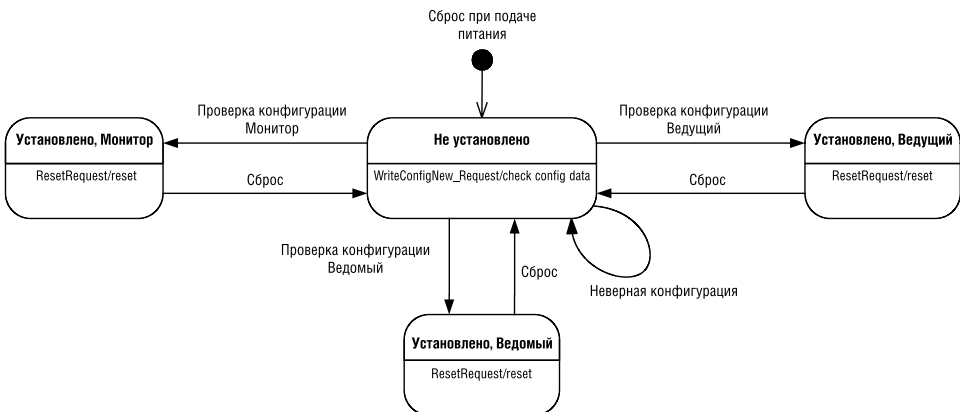

Рис. 10. Диаграмма состояний PLC-модема
• Наблюдатель (Spy) или Монитор (Monitor). Режим используется только для прослушивания данных, передающихся по силовой сети. Проверяется только наличие ошибок во фрейме физического уровня (преамбула и SSD, рисунок 10). Если фрейм не содержит ошибок, то он передается внешнему процессору.